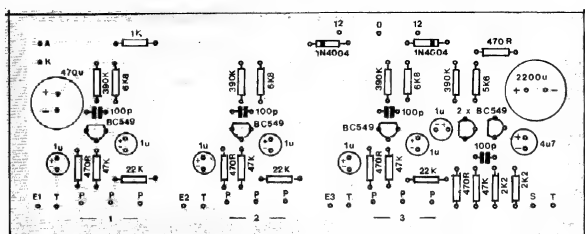

Fig. 3
- FIG. 3 - "CHAPEADO" DA MONTAGEM - A placa continua vista em seu tamanho natural, porém agora "olhada pelo outro lado" (não cobreado...), com todas as peças principais já posicionadas, claramente estilizadas e identificadas por seus códigos, valores, polaridades, etc. Em A.P.E. utilizamos o mais perfeito (sem falsas modestias...) sistema de notação nos "chapeados", identificando completamente os componentes, e não com aquela
sobre a placa...). Em circuitos de áudio, com as características da TREGUA, qualquer "besteirinha" feita na cabagem, nas conexões externas, nas blindagens, etc., pode arruinar completamente o funcionamento, introduzindo ruídos, zumbidos, invertendo controles, "emudecendo" canais, etc. Assim, **MUITA ATENÇÃO...**! A placa continua vista pela sua face não cobreada (só que agora devidamente "limpa" dos componentes vistos na figura anterior, para "descongestionar" o desenho...), sendo conveniente que o Leitor/Hobbysta compare a codificação das ilhas periféricas, com a indicada na fig. 3... Observar com cuidado as ligações do transformador (sempre lembrando que o secundário (S) é o lado que apresenta fios de cores iguais nas extremidades, enquanto que o primário (P) mostra sempre três fios de cores diferentes... Atenção também às ligações da chave de Tensão (110-220). O LED, que fica ligado à placa por um par de fios finos (ou cabinho paralelo...) também precisa ter seus terminais corretamente identificados, antes da conexão aos respectivos pontos A-K... Quanto aos três potenciômetros, terão seus terminais ligados de forma "semi-direta" aos pontos P-P-P de cada módulo (detalhes na próxima figura). Todos